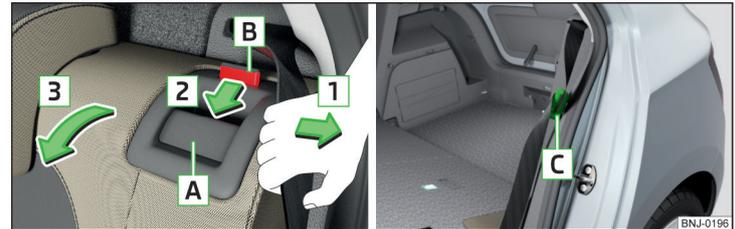

Abb. 65 Sitzlehne vorklappen / Bereitschaftsstellung des Sicherheitsgurts
- Den äußeren Sicherheitsgurt zur Seitenverkleidung in Pfeilrichtung **1** ziehen » Abb. 65.
Die Schlosszunge der äußeren Sicherheitsgurte **C** » **Abb. 65** kann in die Seitenverkleidung eingesteckt werden.